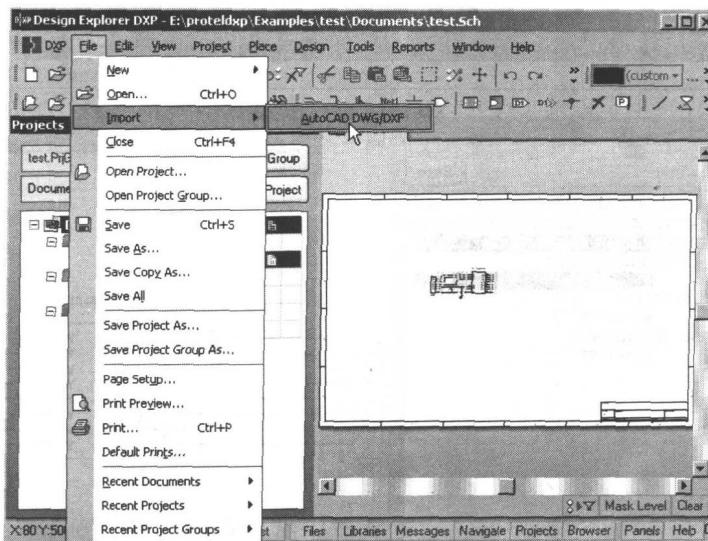

图 1-10 文档的导入
- (1) 新建或打开一个\*.PRJPCB 文件。
- (2) 执行菜单命令 File|Import，在弹出的 Import 菜单命令里单击 AutoCAD DWG|DXF 命令，如图 1-10 所示。